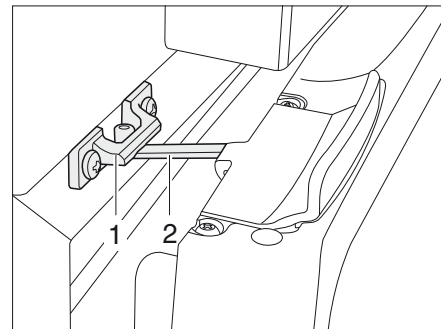

Bild 343 Kylskåpsdörr i ventilationsläge (Thetford)
- För upp låset (Bild 343,2) och haka fast det i låsfästet (Bild 343,1). Därvid stannar kylskåpsdörren i öppet läge.